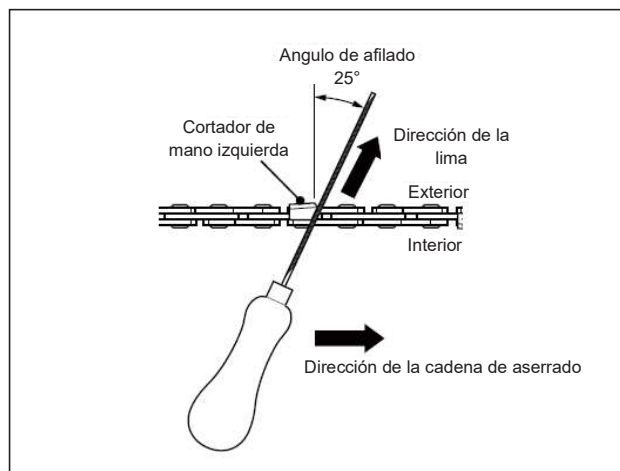

Fig. 36
4. Lime en un ángulo perpendicular a la barra y en un ángulo de 25° con respecto a la dirección de recorrido (Fig. 36).